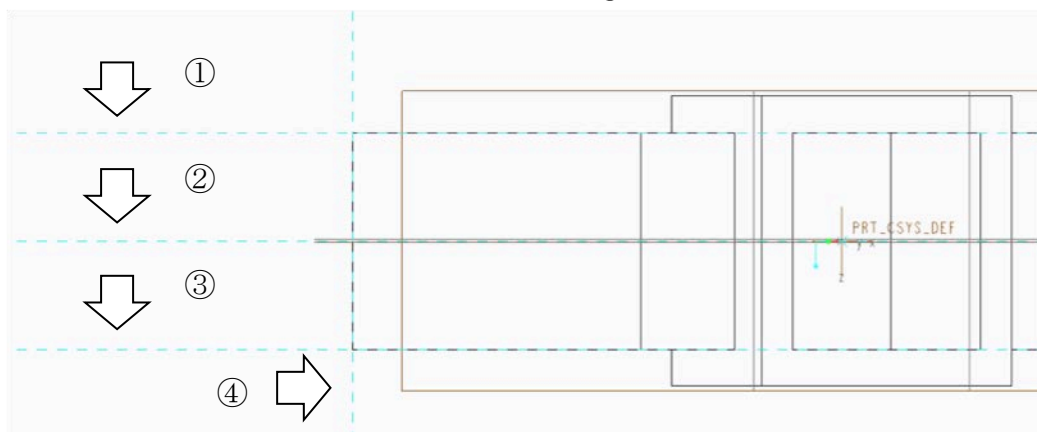

Fig. 13
3-2. Fig.13(点線)の参照軸4本①～④を作成する。(Fig は表示を隠線消去にしている)